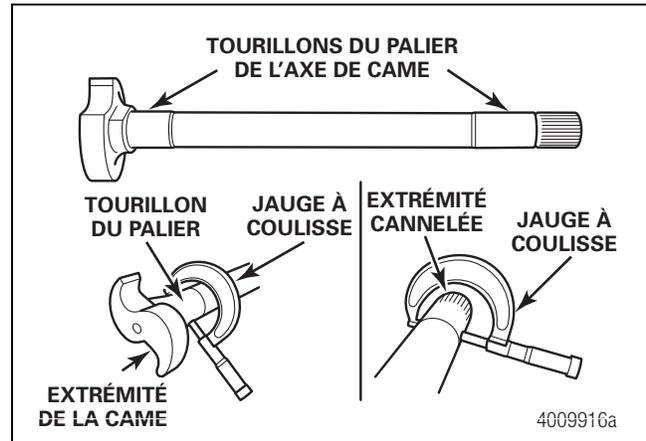

Figure 4.7
3. Utiliser un compas d'épaisseur de machiniste de 1 ou 2 po pour mesurer les tourillons des paliers de chacun des axes. Prenez diverses mesures en plusieurs points sur les tourillons puisque l'axe de came et les paliers peuvent s'user inégalement. Le diamètre du tourillon du palier ne doit pas être inférieur à 1,490 po (37,846 mm). Figure 4.7.